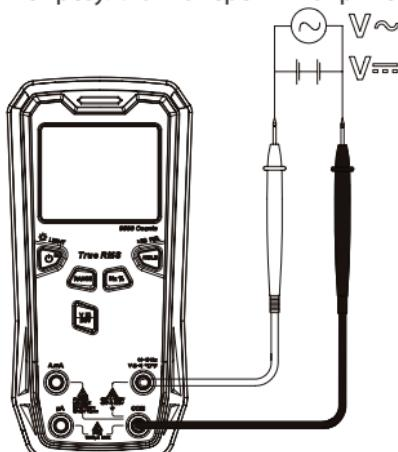

Рис. 3 Измерение переменного и постоянного напряжения.
7.1 Измерение переменного и постоянного напряжения (см. рис. 3)